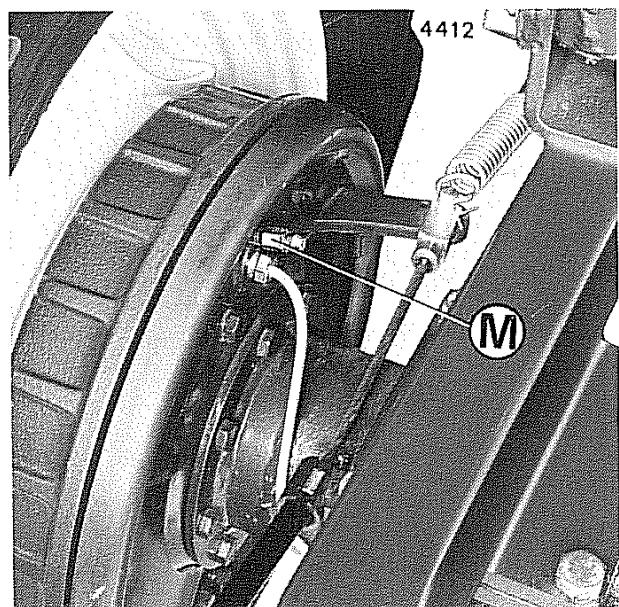

Fig. 13 - Raccordo spurgo aria freni
- pulite accuratamente l'estremità della vite di spurgo aria **M** (fig. 13) posta su ogni cilindretto, liberando il foro centrale da eventuali impurità;